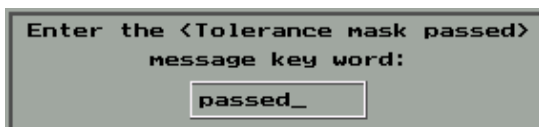
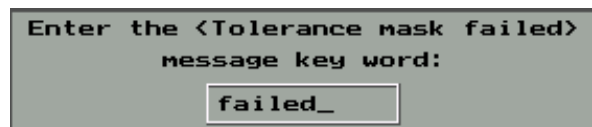

图 10-12
图 10-13
A)曲线通过/失败提示：主界面F10 Option- ↑ F2频响/阻抗测试选项设置（如4-3图）-F12通过/失败信息提示符如图10-12，图10-13。
a)如果被测曲线在设置上下限范围内，曲线右上角显示passed，那么图10-12输入“passed”，图10-13输入“failed”是正确的
b)如果被测曲线超出设置上下限范围，曲线右上角显示passed,那么图10-12输入“failed”，图10-13输入“passed”才与事实相符。